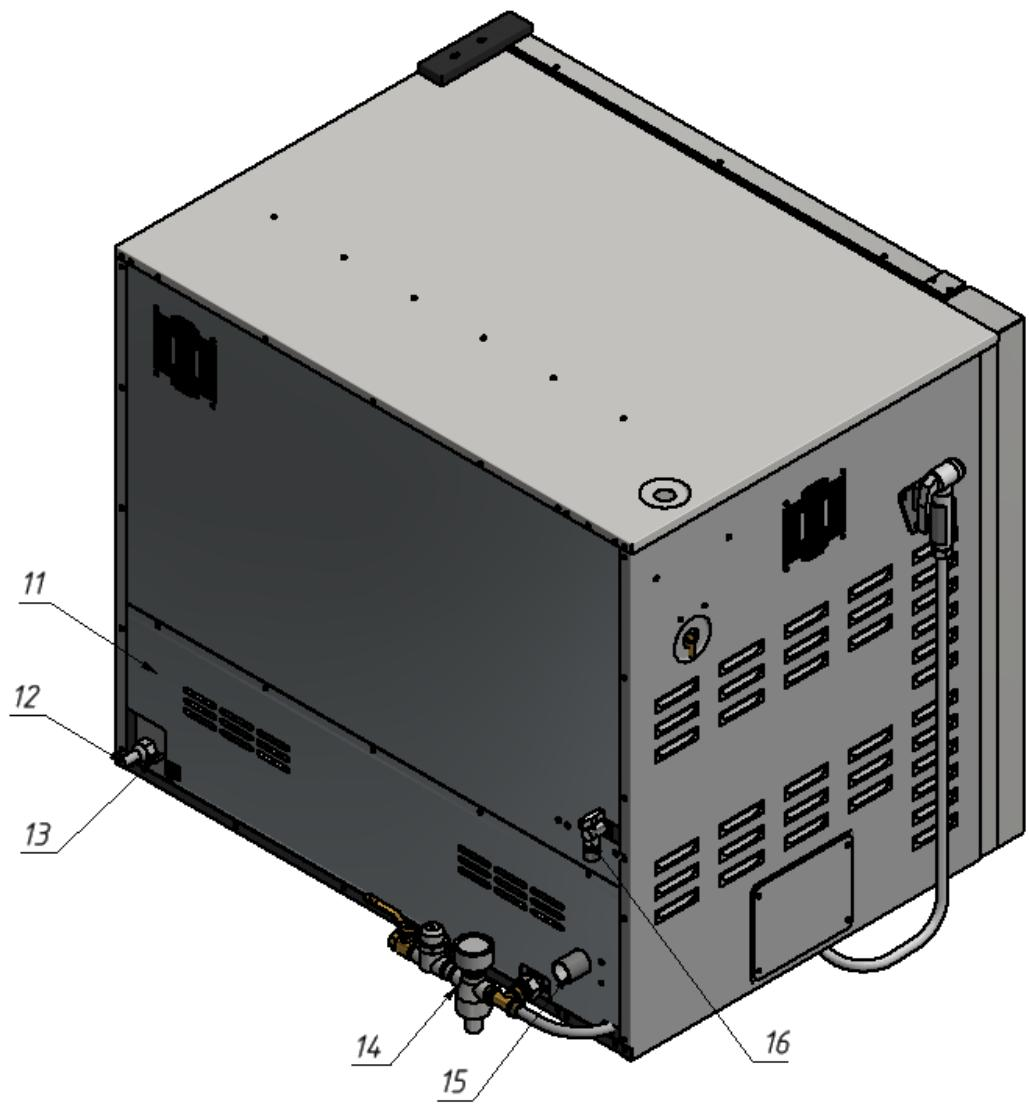
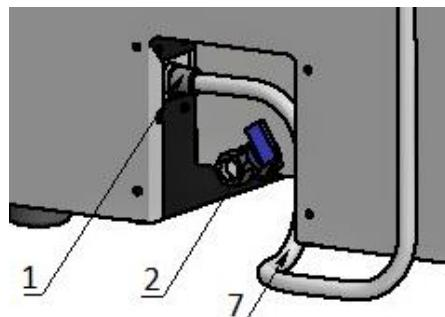

Рис. 3
Рис.4
1.3. Корпус установки должен быть заземлен (Поз.13, Рис.3).
1.4. Следите за тем, чтобы направляющие (Поз.6, Рис.3) были установлены надежно в рабочей камере после чистки и техобслуживания.
6.1. Элементы управления указаны на Рис.2. Основные части изделия указаны на Рис.3 и перечислены в Таблице 3.
7.4. Подсоединение заземления корпуса пароконвектора к заземляющему контуру помещения осуществляется согласно ГОСТ 27570.0-87 с помощью болта заземления (Поз.13, Рис.3).
7.5. Электрошнур (ПВС 5x2,5) (Поз.12, Рис.3) печи подключить к электрической сети 380В.
7.6. Присоединить сливной патрубок пароконвектомата (Поз.15, Рис.3) к канализационной сети.
7.7. Во избежание потери пара, убедиться, что кран воронки для промывки парогенератора (Поз.9, Рис.3) закрыт.
7.10. Подсоединить душ (Поз.7, Рис.4) к патрубку (Поз.1, Рис.4) предварительно сняв лючок (Поз.8, Рис.3).
8.11. По окончании работы установки: выключить кнопку электросети, провести чистку рабочей камеры специальными чистящими средствами, обмыть ручным душем (Поз.7, Рис.3) и вытереть насухо. Отключить воду.
9.6. - ежедневно. В конце работы необходимо произвести тщательную очистку наружных поверхностей от остатков пищи, конденсата, жира и др., используя для этого стандартные средства очистки, не содержащие абразив. Трудноудаляемые пятна очищать специальными средствами по уходу за нержавеющей сталью. После очистки, протереть все поверхности сухой тканью. Для очистки внутренних стенок камеры следует использовать душ (Поз.7, Рис.3), предварительно сняв направляющие (Поз.6, Рис.3) движением вверх. Для очистки двери следует открыть внутреннее стекло. Для удобства очистки ванночек для сбора конденсата (Поз.17, Рис.3) рекомендуется их приподнять и снять с держателей. Не применять абразивные порошки и средства, содержащие агрессивные среды.
9.8. Периодически следует проверять резиновый уплотнитель на корпусе (Поз.3, Рис.3). В случае износа или повреждения уплотнитель вытянуть из паза и заменить на новый.
9.10. При длительном перерыве в работе установки помимо отключения его от сети электроснабжения, водоснабжения, канализации и заземления необходимо слить воду из гидрозатвора. Для этого необходимо снять лючок (Поз.8, Рис.3), затем (используя гибкую сантехническую подводку или емкость) открыть кран слива воды из гидрозатвора (Поз.2, Рис.4). Также необходимо слить воду из парогенератора. Для этого необходимо (используя гибкую сантехническую подводку или емкость) открыть кран слива воды из парогенератора (Поз.16, Рис.3).
9.11. Очистку парогенератора от накипи проводить 1раз в 10дней, но не реже 1раза в месяц. Для этого отключить пароконвектомат от электросети. Слить воду из парогенератора через кран слива воды (Поз.16, Рис. 3), после чего закрыть кран. Открыть кран воронки для промывки парогенератора (Поз.9, Рис.3) и залить раствор для удаления накипи в воронку для промывки парогенератора (Поз.10, Рис.3) объемом 4 литра, после чего включить оборудование в режим чистого пара на 20 мин. По истечении времени отключить пароконвектомат от электросети и слить раствор через кран слива воды (Поз.16, Рис.3).
9.12. Для удаления остатков моющего средства промыть парогенератор чистой водой не менее 2-х раз, включая режим чистого пара, после наполнения водой выключают режим чистого пара и сливают воду через сливной кран (Поз.16, Рис. 3.)